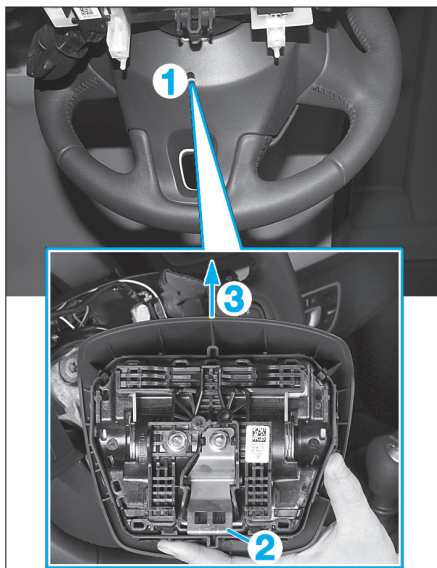

FIG. 1
- A l'aide d'un tournevis plat inséré dans l'orifice (1), pousser sur l'agrafe (2) puis tirer vers le haut le module d'airbag (3) (Fig.1).